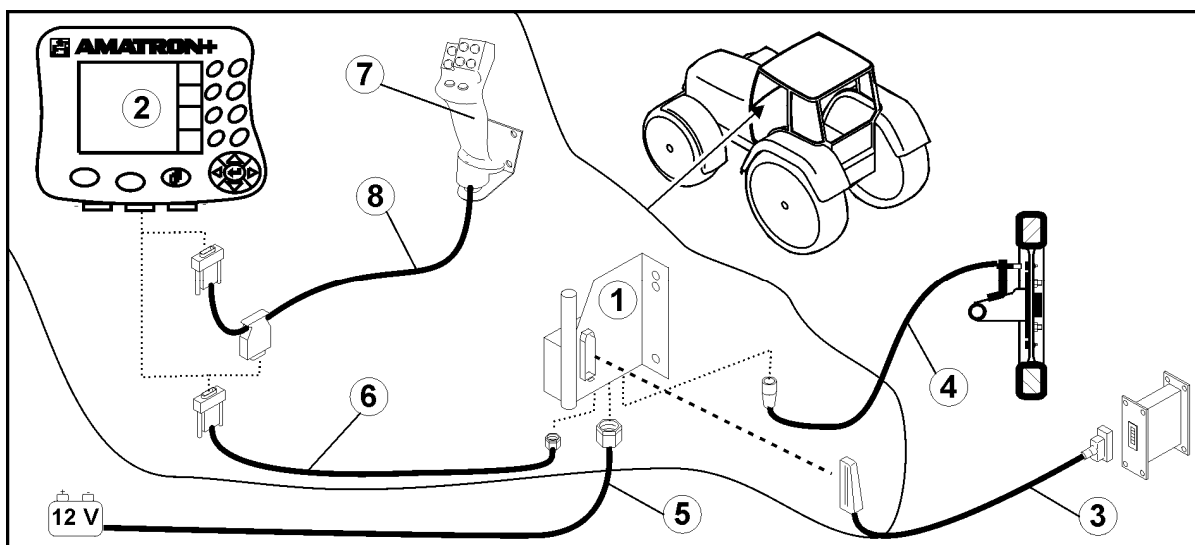
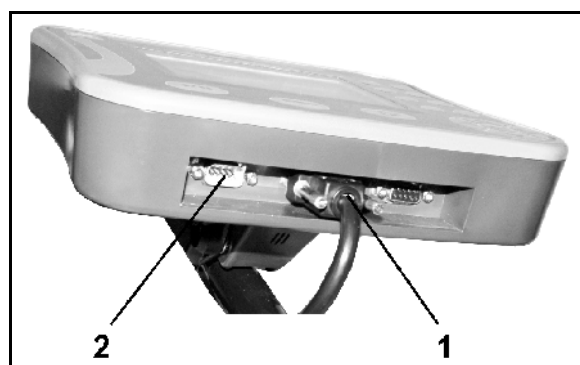

Fig. 1
Fig. 2
- Traktorens basisudstyr (Fig. 1/1) (konsol med fordeler) skal monteres svingningsfrit og elektrisk ledende på kabinen i syns- og gribeområdet til højre for føreren.
- Batteritilslutningskabel (Fig. 1/5).
- Signalkabel til stikdåsen til traktorsignalet eller vejstrækningssensoren (Fig. 1/4).
- Forbindelseskabel til **AMATRON+** (Fig. 1/6).
- Monter **AMATRON+** (Fig. 1/2) på traktorens basisudstyr.
- Sæt forbindelseskablets stik (Fig. 1/6) i den midterste 9-polede sub-D-bøsning (Fig. 2/1).
- Slut ved hjælp af maskinstikket (Fig. 1/3) maskinen til **AMATRON+**.
Multifunktionsgrebet (Fig. 1/7) tilsluttes via et Y-kabel (Fig. 1/8).
- Det serielle interface (Fig. 2/2) gør det muligt at tilslutte en PDA.